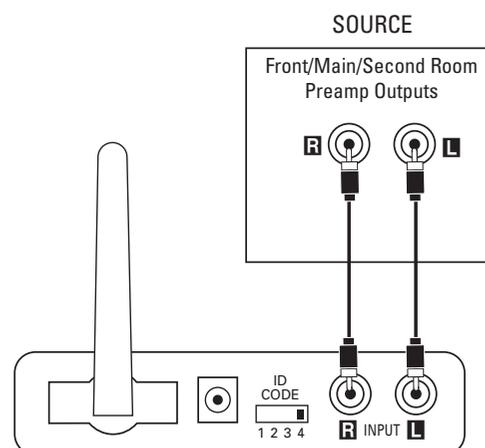

Figure 4.
Étape 1. Branchez le câble de connexion (inclus) entre les sorties préamplifiées avant/principal gauche et droite ou les sorties zone 2 ou les sorties REC et les entrées du module de transmission ⑭, comme indiqué sur la Figure 4.